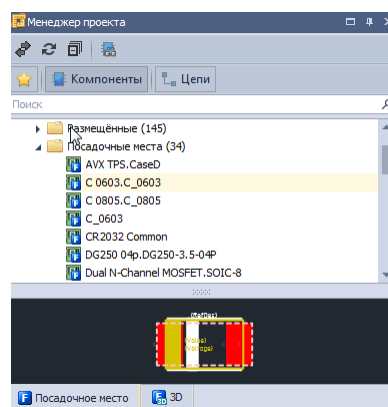

Рис. 119 Посадочные места в панели «Менеджер проекта»
- В панели «Менеджер проекта» (вкладка «Компоненты» -> раздел «Плата» -> папка «Посадочные места»), см. Рис. 119.